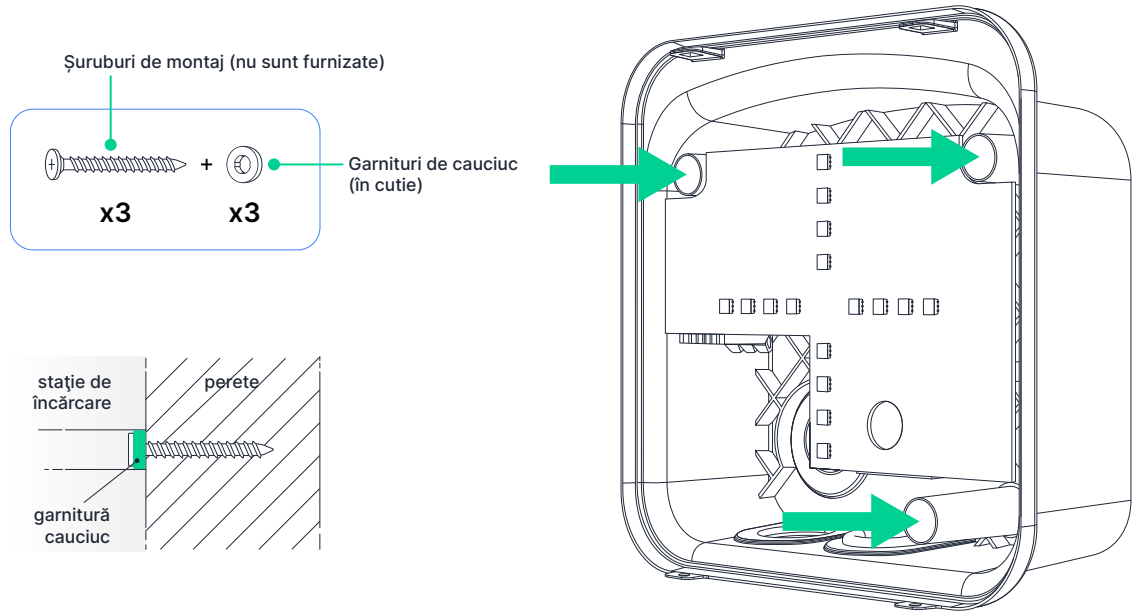

Fig. 6 - Punctele de montare a stației de încărcare 1P7K
Șuruburile de ancorare și șuruburile corespunzătoare nu sunt incluse. (Fig. 6 - pagina 18)
9. Fixați corpul principal al stației de încărcare pe perete prin introducerea șuruburilor cu **șaița de etanșare din cauciuc furnizată prin punctele de montare** și strângeți-le manual cu o șurubelniță. (Fig. 6 - pagina 18)